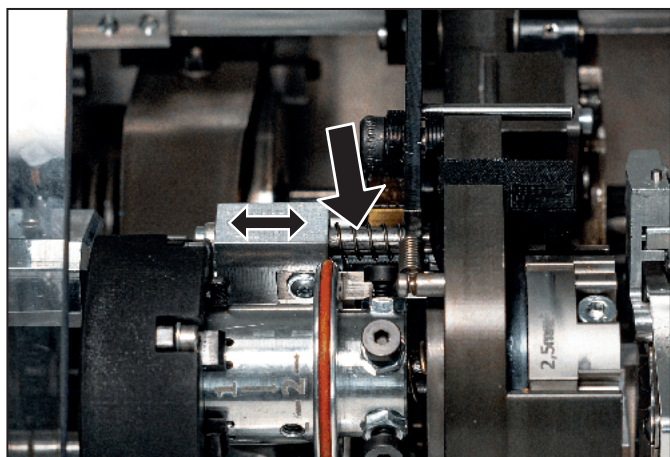

Bild 7.5 Schmierstellen Trennmesserhalter
- Bewegen Sie den Trennmesserhalter etwas nach rechts, siehe Bild 7.5.